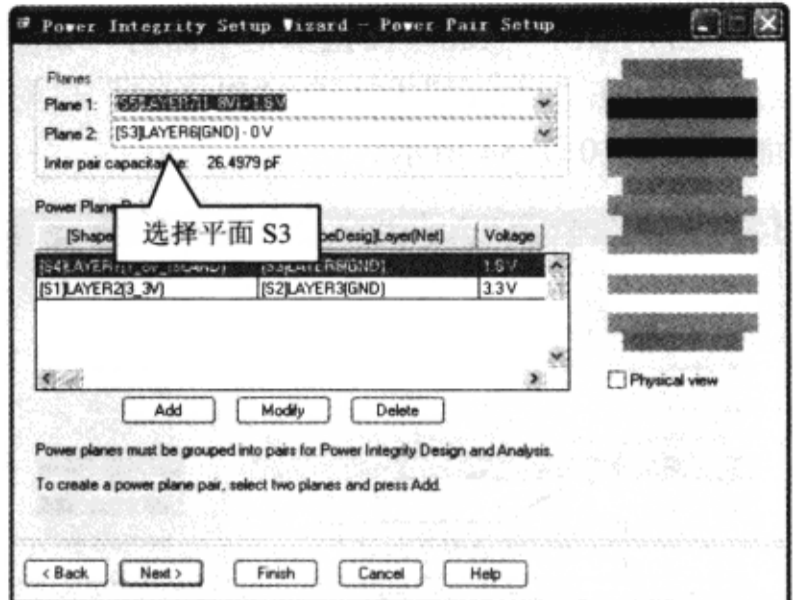

图 10-7-38 为平面对选择平面
(8) 在“Planes”区域的“Plane 2”栏中选择电压平面“[S3]Layer6(GND)-0V”，如图 10-7-38 所示。